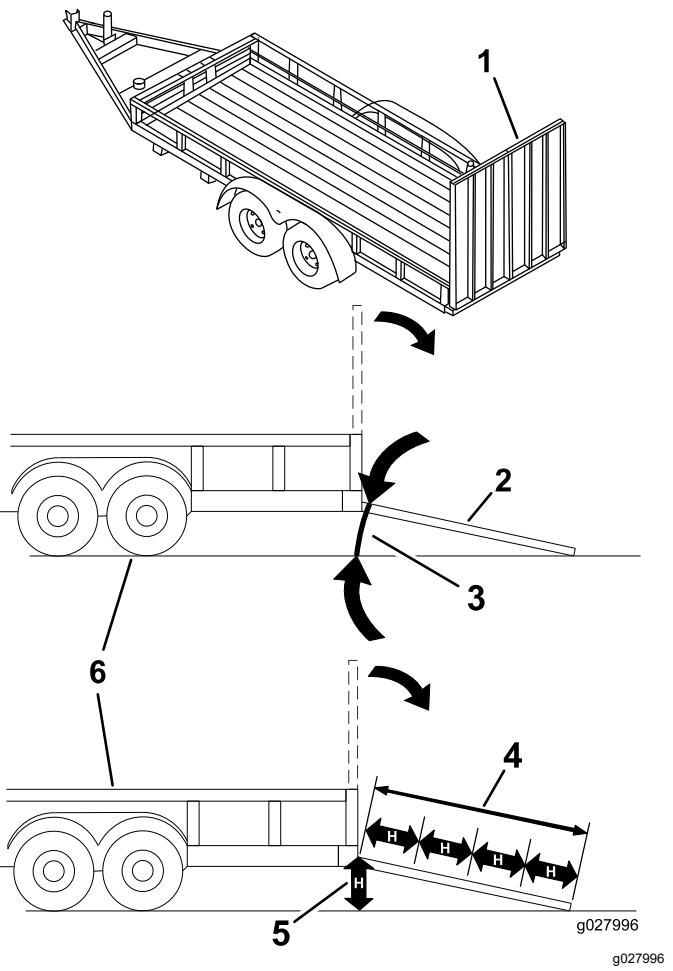

Bild 27
**Das Laden einer Maschine auf einen Anhänger oder einen Lastwagen erhöht die Umkippgefahr und könnte schwere oder tödliche Verletzungen verursachen (Bild 27).**
3. Senken Sie die Rampe ab und stellen Sie sicher, dass der Winkel zwischen der Rampe und dem Boden höchstens 12 Grad beträgt (Bild 27).
1. Senken Sie die Rampe ab und stellen Sie sicher, dass der Winkel zwischen der Rampe und dem Boden höchstens 12 Grad beträgt (Bild 27).